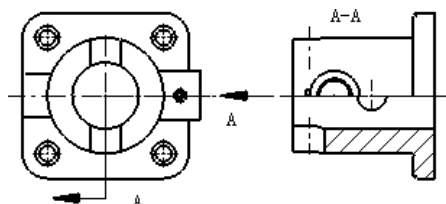

图 9.4.22 半剖视图
- 在选取剖面类型时，若选取的类型不同，会生成不同的半剖视图。当选取的剖面类型为  时，则生成的半剖视图如图 9.4.22 所示。